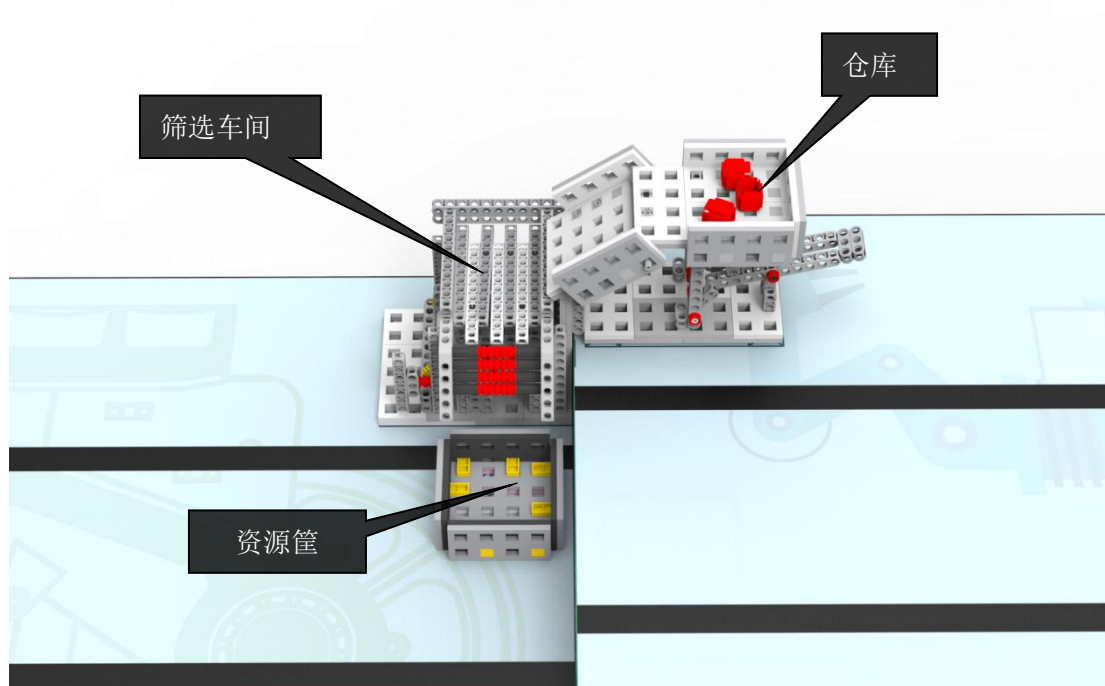

图 12 资源再利用模型
2.12.1 在一层场地与二层场地西部有一座资源再利用工厂，如图12所示。